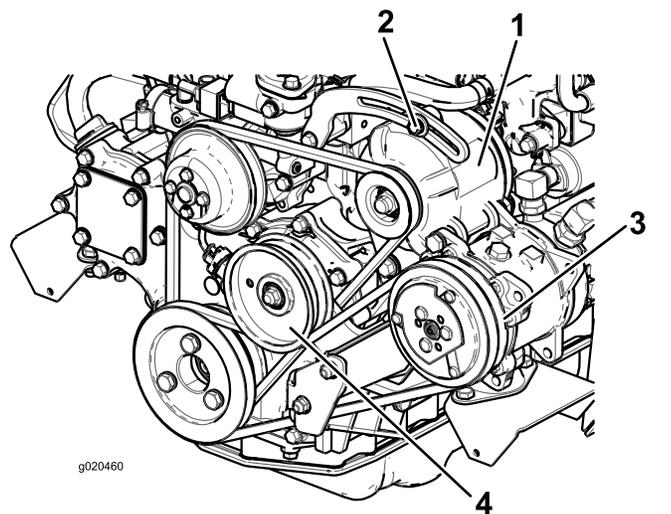

Figura 75
Se la flessione non è di 10 mm, allentate i bulloni di fissaggio dell'alternatore (Figura 75).
- Se la flessione non è di 10 mm, allentate il bullone di fissaggio della puleggia tendicinghia (Figura 75).